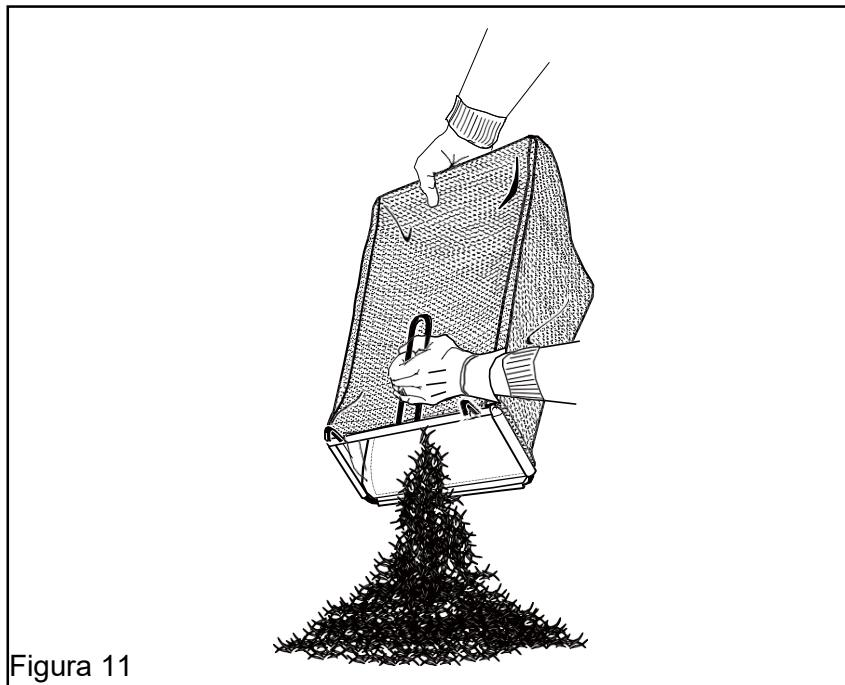

Figura 11
**VACIAR LA BOLSA DE RECOGIDA DE HIERBA (Ver Figura 11)**